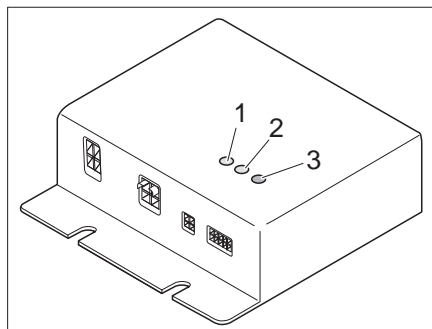

Bild 222 Regelgerät
Das Regelgerät (Bild 222) ist im Kleiderschrank eingebaut. Die Kontroll-Leuchten auf dem Regelgerät haben folgende Bedeutung:
- Kontroll-LED (Bild 222,1) HK1 leuchtet grün: Heizkreis 1 ist in Betrieb
- Kontroll-LED (Bild 222,2) HK2 leuchtet grün: Heizkreis 2 ist in Betrieb
- Fehler-LED (Bild 222,3)